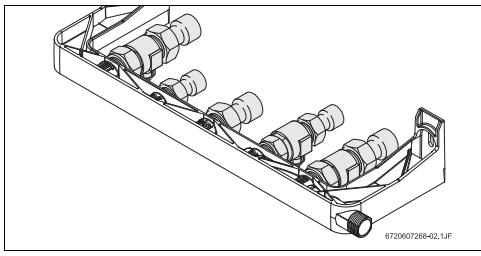
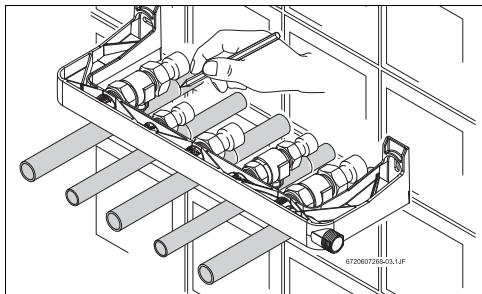

Fig. 2 Conexiones ya efectuadas
Fig. 3 Cortes
- ▶ Colocar la plantilla con las válvulas y racores montados (Fig. 2) por encima de los tubos, según indica la Fig. 3.